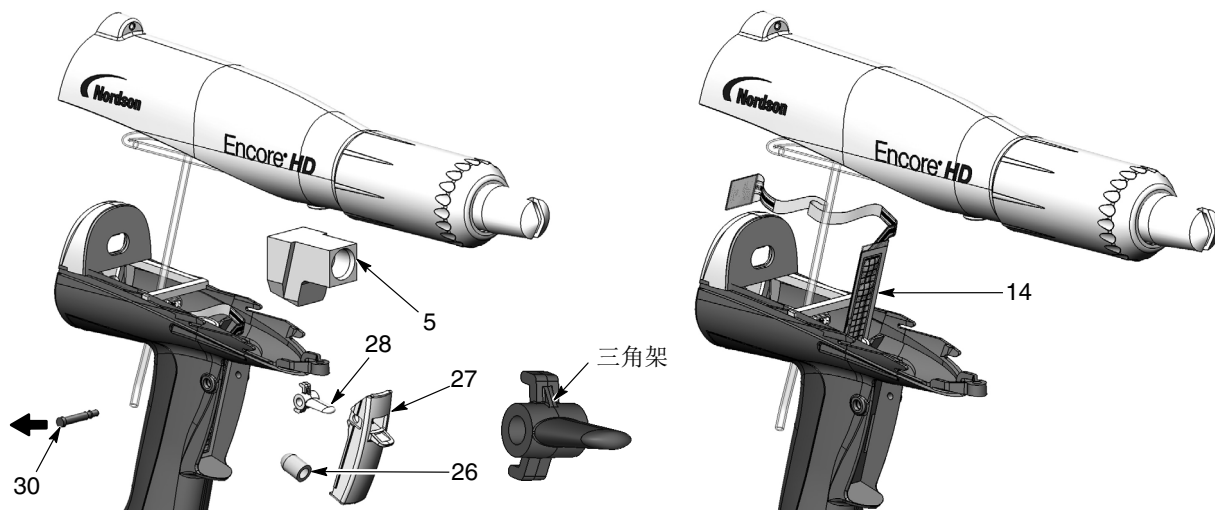

图 6 - 8 触发器开关更换
3. 参见图6 - 8。拨出入口管上的弯头(5)。
1. 详见图6 - 8。通过面对喷枪正面的网格来定位新开关(14)，然后小心地将开关的方形底端穿过手柄的插槽。